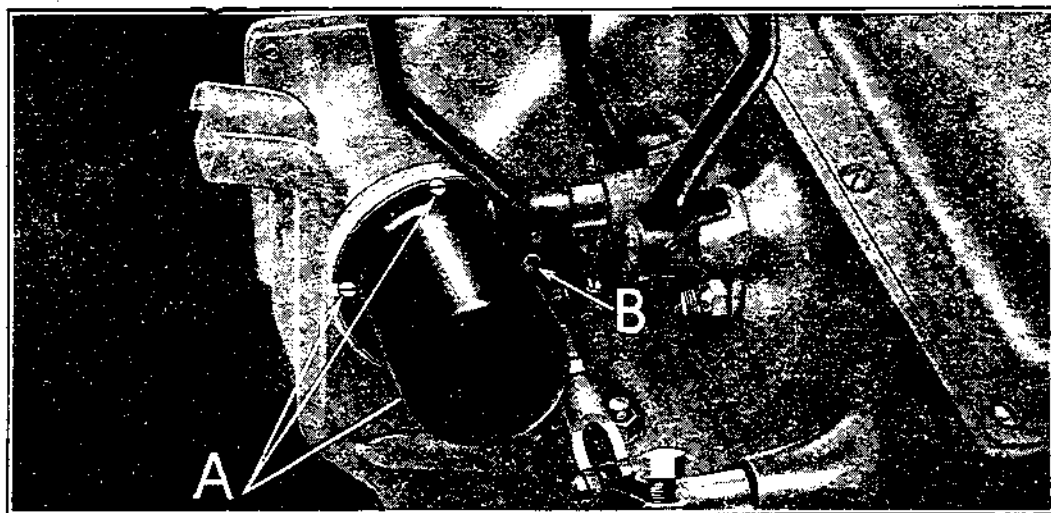

Fig. 443
**901** — Après avoir vérifié le joint du couvercle du dispositif, le mettre en place et passer l'encoche sous la tête de la vis restée lors du démontage du couvercle. (Voir B, fig. 443.) Engager les 3 autres de fixation munies de leurs rondelles Grower et les serrer toutes.